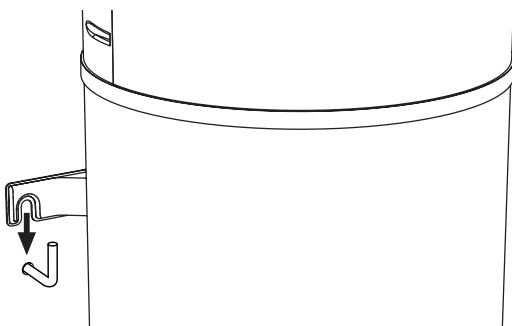

fig. 15 - Fissaggio alla parete
- Agganciare la caldaia con l'apposita staffa di fissaggio (fig. 15).